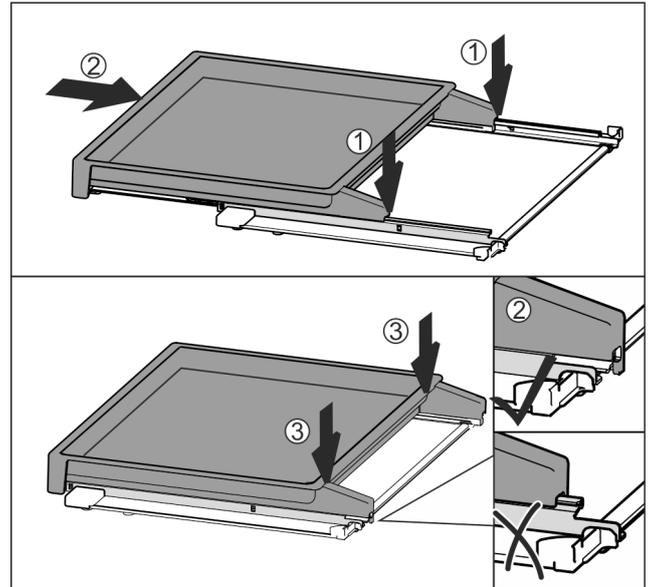

Fig. 115
- ▶ Colóquelo centrado sobre los rieles Fig. 115 (1).
- ▶ Introduzca por completo el estante extraíble Fig. 115 (2).
- ▶ Presione en el lado trasero hasta que encaje de forma perceptible Fig. 115 (3).